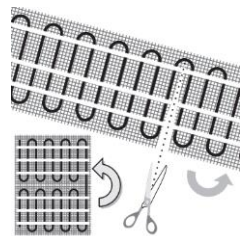

Рисунок 3.
3. Перед укладкой нагревательного мата следует измерить его омическое сопротивление для проверки работоспособности кабеля (рис. 3).